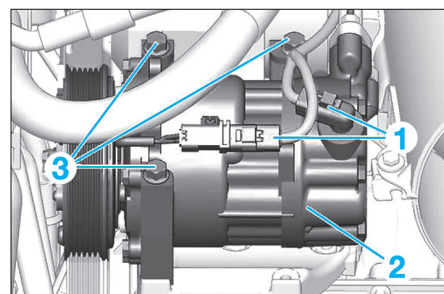

Fig. 40
- Débrancher les connecteurs (1) (Fig.40).